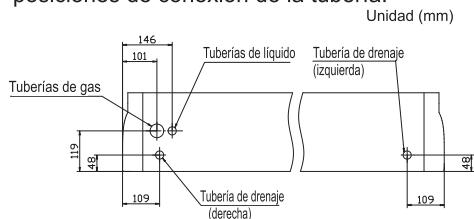

Fig. 4.1 Posiciones de conexión de la tubería
- (1) En las Fig. 4.1 y Fig. 4.2 se muestran las posiciones de conexión de la tubería.